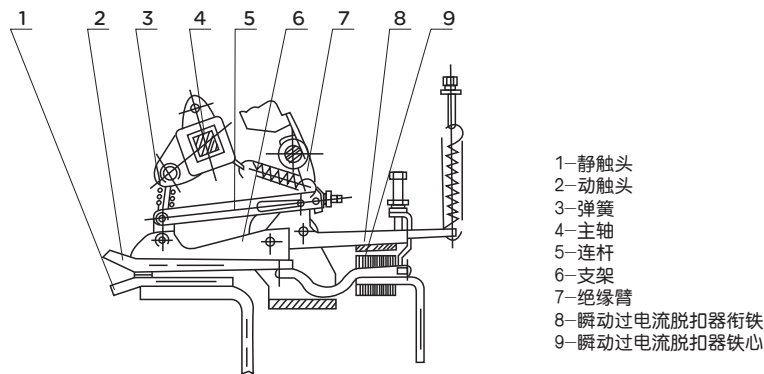

图7 触头系统和瞬动过电流脱扣器原理图
□ 触头系统和瞬动过电流脱扣器(见图7) 动静触头由较长的平行导体组成,在小电流时起补偿触头压力作用,当出现短路电流时,动静触头之间产生很大的电动斥力,使动触头向上运动,同时推动连杆5向右运动。当穿过触头弹簧的连杆越过死区时,动静触头就很快斥开,此时瞬动过电流脱扣器衔铁8迅速吸合,并由O1支点轴销推动绝缘臂7使机构将断路器迅速断开。